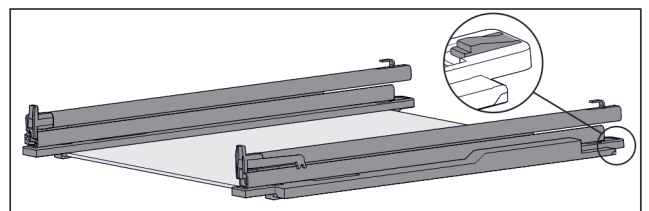

Fig. 120 Płyta szklana z szynami i elementami mocującymi
- ▶ Docisnąć element mocujący z tyłu do dołu (patrz Fig. 120) i jednocześnie wsunąć szynę do tyłu.